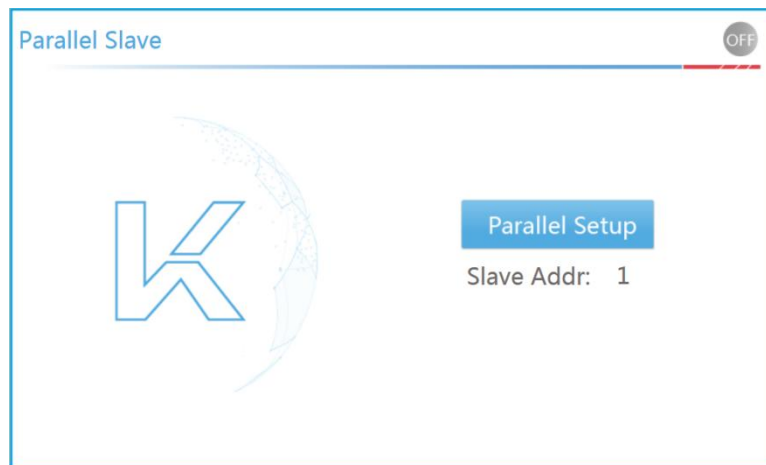

图 3-25 从机模式界面示意图
设置完成后，按 Esc 键，退出到从机显示主界面，②号从机主界面显示如下图 3-25 所示，从机地址为 1，③号从机主界面显示以不同的从机地址作区分。
当从并机模式切换为单机模式时，主机需要在 Parallel Setup 菜单中设置为 Single 单机模式，从机在图 3-25 从机界面下，按 select 键，进入 Parallel Setup 菜单同样设置为 Single 单机模式即可。